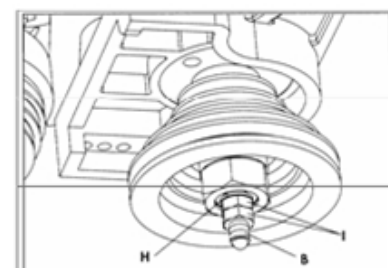

Рис. 3.14
8. Откройте дверцу корпуса и наденьте специальную коническую шайбу (H) на нижнюю часть шомпола (B), как показано на Рис. 3.14. Коническая шайба (H) была снята со шомпола на шаге 4.
9. Накрутите и сильно затяните две стопорные гайки (I), как показано на Рис. 3.14. Две стопорные гайки были сняты с шомпола на шаге 4.